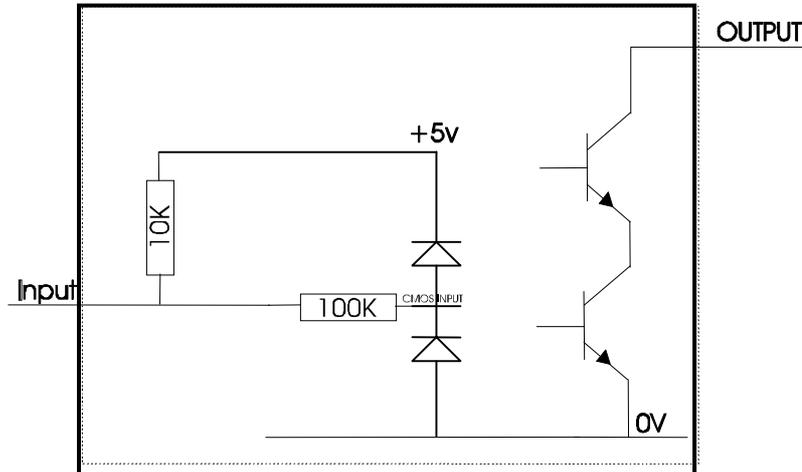

Figura 4 – Circuito Entrada y Salida.
**Atención:** La señal de salida a nivel bajo se verá afectada por la resistencia en pull up de la placa de la máquina. Asegúrese que los niveles de su señal LOW sean compatibles con las especificaciones de la familia 74HC CMOS. (ver figura 4).